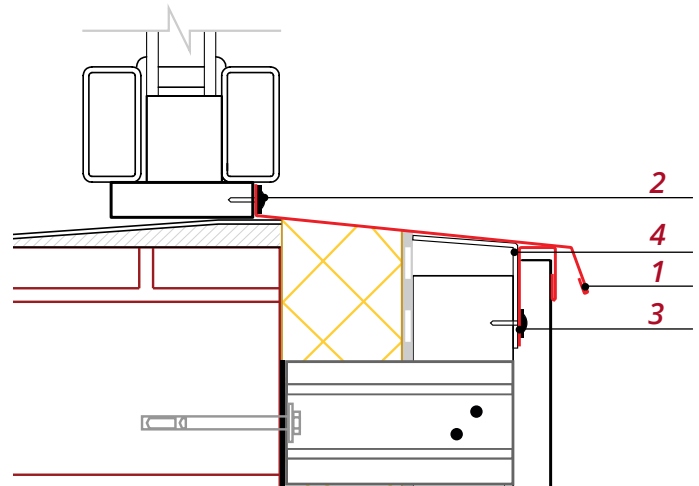

Рис. 14
- Установите П-образную планку **3** по всей ширине оконного проема, как показано на *рис. 14*. Закрепите Планку отлива **1** саморезами **2** в подоконный профиль и в профили обвязки через боковые загибы на отливе.